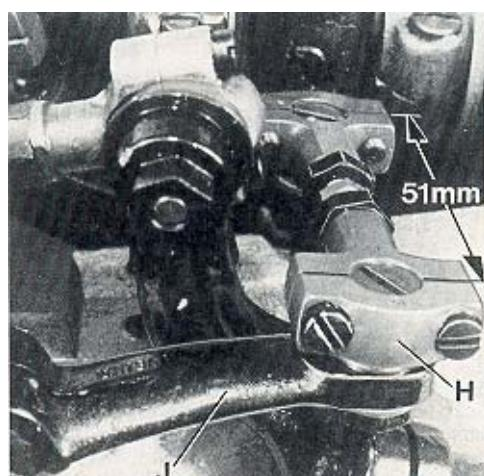
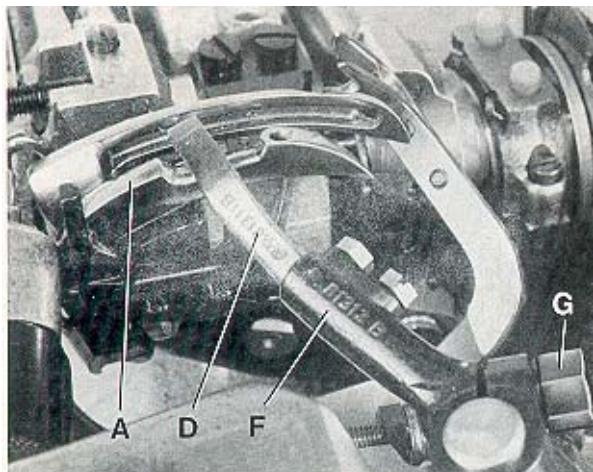
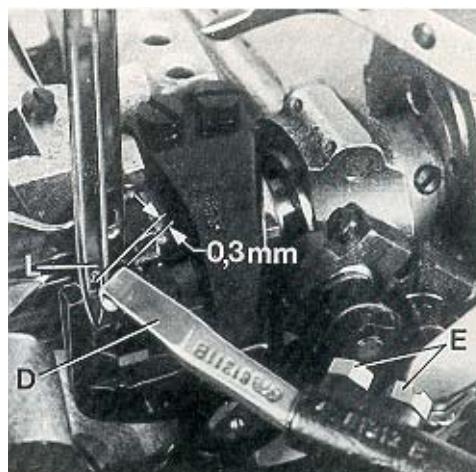

Fig.13
Fig.14
Fig.15
The distance (set at the factory) from center to center of the two ball joints driving the cross looper should be 51 mm (2") (see Fig. 13).
Basically the front ball joint (H, Fig. 13) should be positioned as far as it will go to the left in the fastening slot of the cross looper drive lever (J).
When rotating the handwheel in operating direction cross looper (D, Fig. 14) should swing as close as possible in the recess behind the eye over the double locked stitch looper (A) without contacting it.
At the left end of its swing motion cross looper (D, Fig. 15) must be positioned so that the left needle (L) securely stitches into the thread loop hanging around the hook of cross looper (D). In front of the left needle the cross looper should pass in a distance of 0.3 mm (.012") (see Fig. 15).
Der Abstand (im Werk eingestellt) von Mitte zu Mitte zwischen den beiden Kugelgelenken zum Antrieb des Quergreifers muß 51 mm betragen (siehe Fig. 13).
Standardmäßig soll das vordere Kugelgelenk (H, Fig. 13) so weit wie möglich nach links im Befestigungslangloch des Quergreifer-Antriebhebels (J) gestellt werden.
Beim Drehen des Handrades in Nährichtung soll der Quergreifer (D, Fig. 14) so dicht wie möglich in der Aussparung hinter dem Ohr über den Doppelkettenstichgreifer (A) schwenken, ohne diesen zu berühren.
Am linken Ende seiner Schwenkbewegung muß der Quergreifer (D, Fig. 15) so stehen, daß die linke Nadel (L) sicher in die um den Haken des Quergreifers (D) hängende Fadenschleife einsticht. Vor der linken Nadel soll der Quergreifer in einem Abstand von 0,3 mm vorbeischwenken (siehe Fig. 15).
After loosening the two screws (E, Fig. 15) the 0.3 mm (.012") distance to the left needle is adjustable. Retighten screws on the flat of the cross looper shank. After loosening clamp screw (G, Fig. 14) cross looper lever (F) can be raised or lowered for setting the height of cross looper (D) with respect to the double locked stitch looper (A) and it can be tilted to the right or left for adjusting the swing motion of the cross looper with respect to the left needle. Retighten clamp screw. If required the length of the path of the cross looper swing motion can be reduced by positioning ball joint (H, Fig. 13) to the right in the fastening slot of the cross looper drive lever (J).
Nach Lösen der beiden Schrauben (E, Fig. 15) kann der 0,3 mm Abstand zur linken Nadel eingestellt werden. Ziehen Sie die Schrauben wieder auf der Befestigungsfläche des Quergreiferschaftes fest. Nach Lösen der Klemmschraube (G, Fig. 14) kann der Quergreiferhebel (F) nach oben oder unten verschoben werden, um die Höhe des Quergreifers (D) zum Doppelkettenstichgreifer (A) einzustellen und nach rechts oder links geschwenkt werden, um die Schwenkbewegung des Quergreifers in Bezug zur linken Nadel einzustellen. Ziehen Sie die Klemmschraube wieder fest. Bei Bedarf kann der Schwenkweg des Quergreifers durch Versetzen des Kugelgelenks (H, Fig. 13) im Befestigungslängloch des Quergreifer-Antriebhebels (J) nach rechts verkleinert werden.